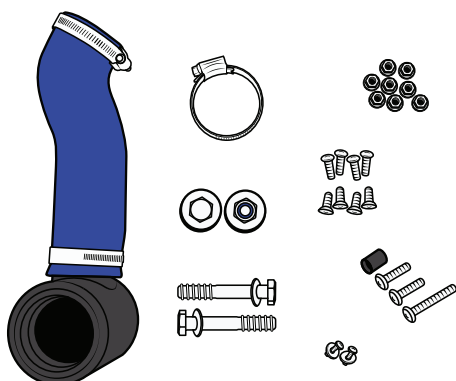

Figure 60
37. Veillez à rassembler tous les éléments dans la boîte en plastique. Voir Figure 60.